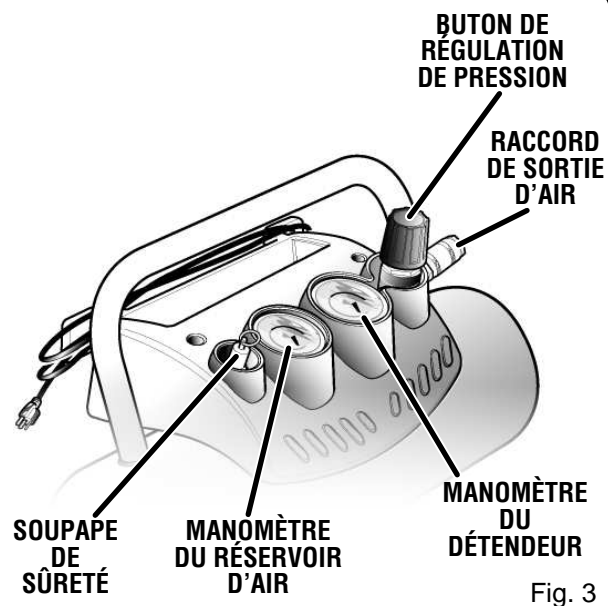

Fig. 3
- Raccorder le tuyau en caoutchouc au raccord de la sortie d'air (Fig. 3).
Voir les figures 3, 4 et 5.